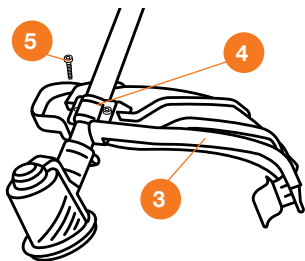

Рис. 5
- Установите кожух **3** на крепежную площадку штанги, прижмите крепящей планкой **4** и надежно закрепите при помощи двух винтов **5** (Рис. 5).